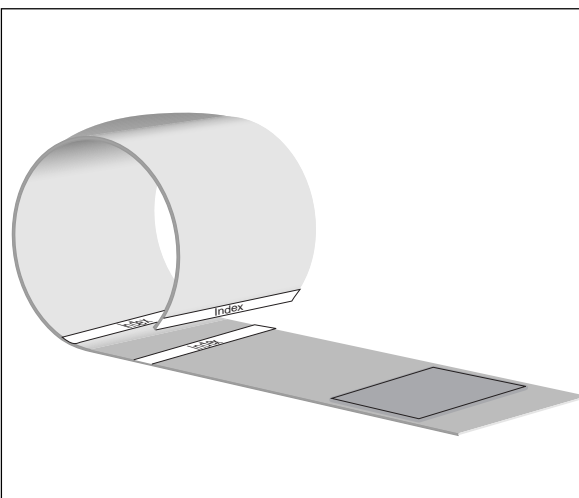

Fig. 4-2 Aanbrengen van de manchet
- de witte stippellijn aan het einde van de manchet zich tussen de twee gestippelde **Index**-lijnen bevindt als u de manchet sluit (als dat niet het geval is, moet u een andere maat manchet nemen, Fig. 4-2)